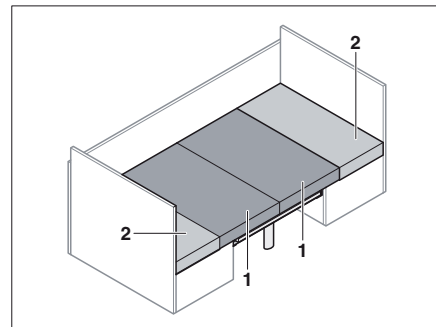

Fig. 65 Après la transformation
- Tirer les coussins d'assise (Fig. 65,1) vers le centre.
- Placer les coussins de dossier (Fig. 65,2) entre les coussins d'assise et la cloison.